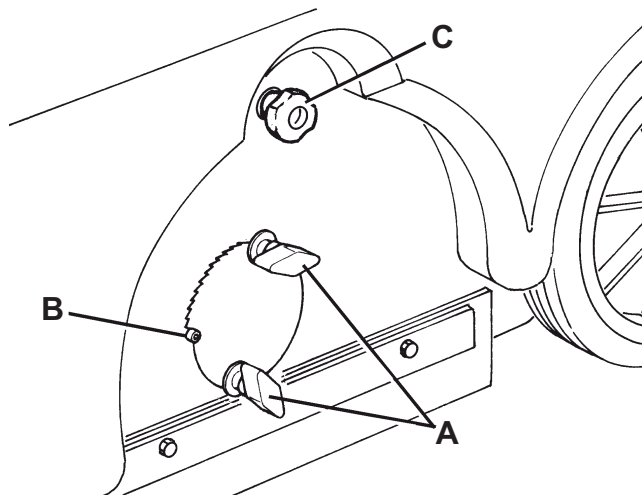
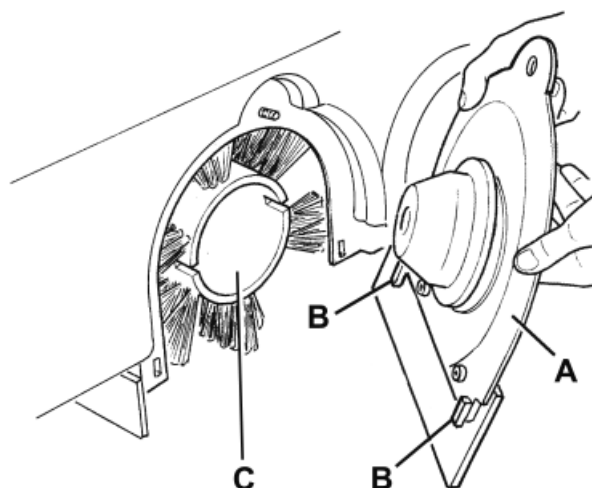
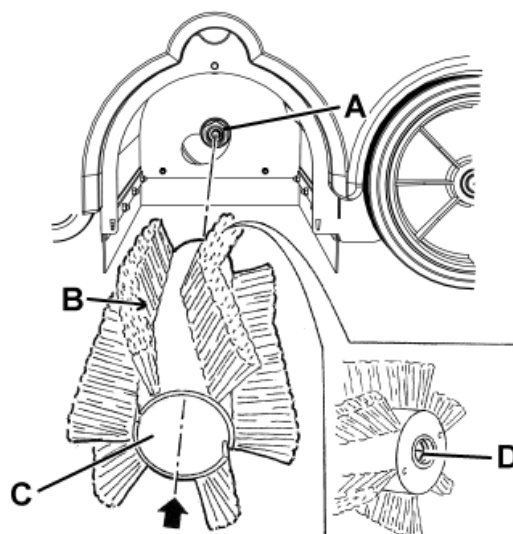

Figure 4
Figure 5
Figure 6
2. Positionner le commutateur de démarrage (72) sur "0".
3. Desserrer les poignées (A, Fig. 4) sur les deux côtés de la machine.
4. Déplacer les index de variation de la hauteur (B) du balai jusqu'à porter le balai à la distance maximum du sol. Serrer les poignées (A).
5. Desserrer la poignée (C) sur le côté gauche de la machine.
6. Enlever le portillon (A, Fig. 5) du balai en le tirant vers le haut pour dégager les dispositifs de retenue (B).
7. Enlever le balai (C).
8. Contrôler que le moyeu entraîneur (A, Fig. 6) est propre et non obstrué par des objets (cordes, chiffons, etc.) enroulés accidentellement.
9. Installer le nouveau balai central, en orientant les poils (B) comme indiqué dans la figure.
10. Installer le nouveau balai (C) dans la machine et s'assurer que sa prise (D) s'insère dans le relatif moyeu entraîneur (A).
11. Reposer le portillon (A, Fig. 5) du balai en engageant les dispositifs de retenue (B).
12. Serrer la poignée (C, Fig. 4).